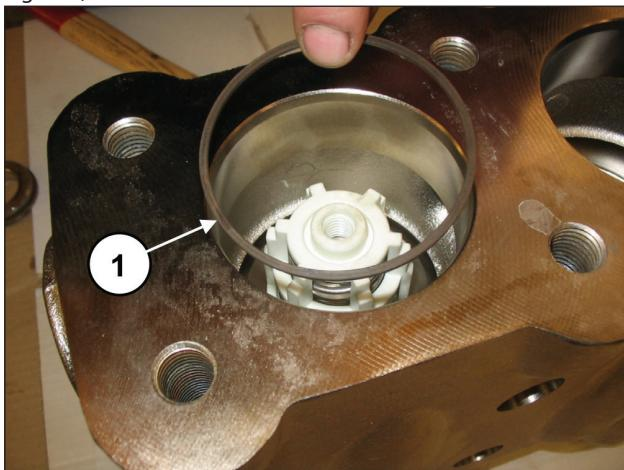

Fig. 109
Placer la bague anti-extrusion, rep. vue éclatée n° 16 (rep. ①, Fig. 109).